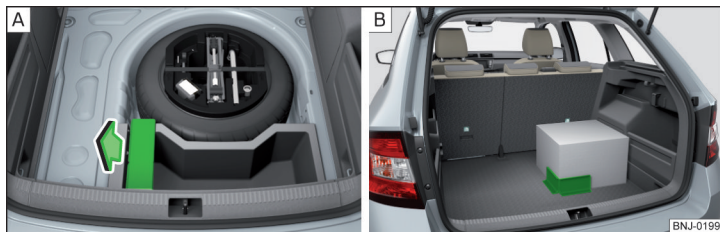

Fig. 100 Scoaterea elementului Cargo/exemplu de fixare a încărcăturii prin intermediul elementului Cargo
- Pentru **utilizare**, scoateți elementul Cargo în sensul săgeții » fig. 100 - .
- Fixați încărcătura prin intermediul elementului Cargo cât mai aproape de locurilor din spate » fig. 100 - .